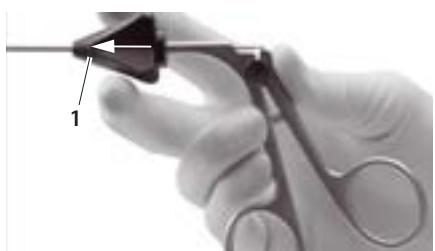

Fig. 9
- Dejar que la estrella giratoria 1 se deslice hacia delante, ver Fig. 9.